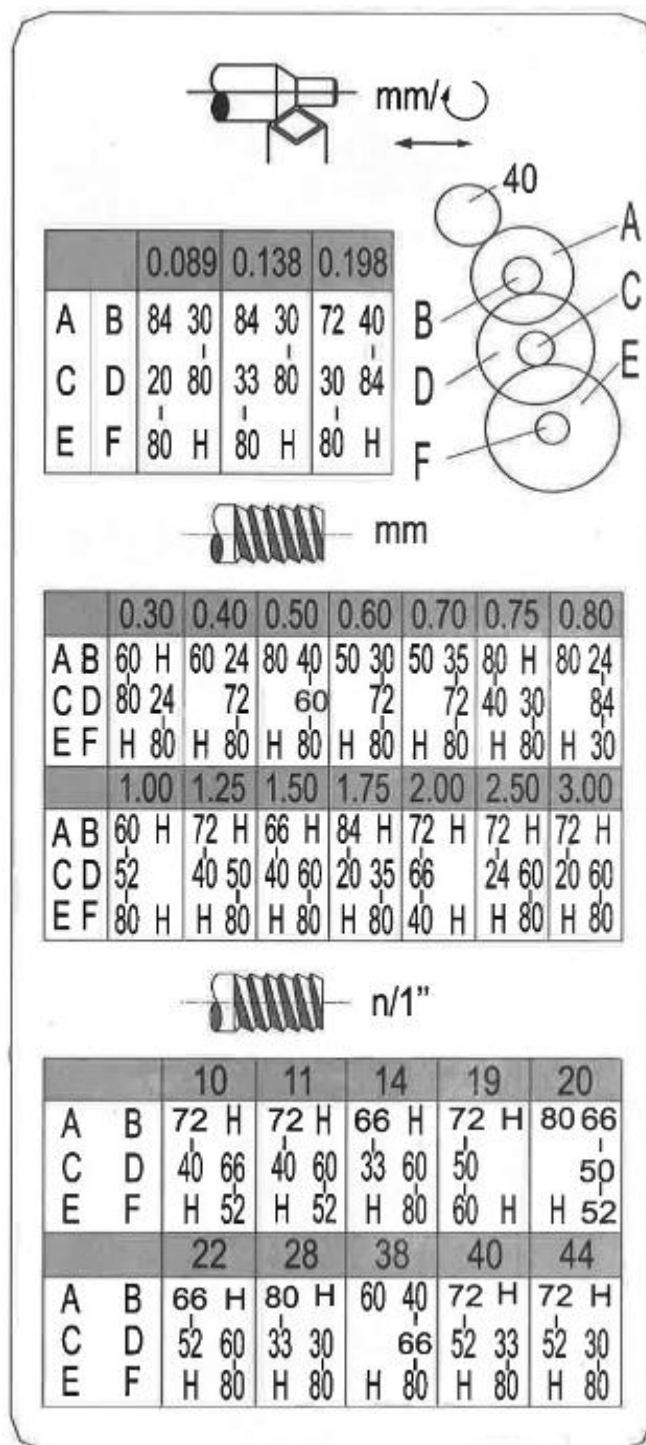

Рис. 20
6. Установите зубчатые пары в соответствии с таблицей резьбы подачи (рис. 20) и снова ввинтите шестерни в квадрант на четверть.
Установите машину на желаемый профиль резьбы (в соответствии со схемой резьбы, рис. 20). Запустите машину и закрутите полугайку. Когда инструмент достигнет детали, он нарежет первоначальный нарез резьбы. Когда инструмент достигает конца нарезания, остановите станок, выключив двигатель, и одновременно оттяните инструмент от детали, чтобы он освободил резьбу. Не отворачивайте рычаг на полгайки. Измените направление вращения двигателя, чтобы режущий инструмент вернулся в исходную точку. Повторяйте эти шаги, пока не получите желаемый результат.